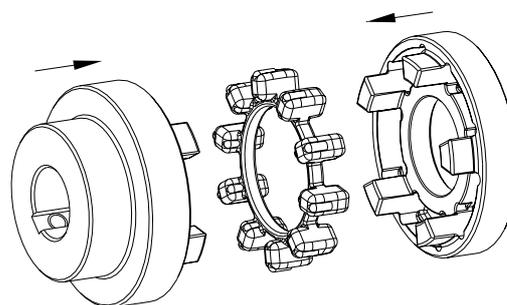

Figura 30: montaje del mangón, el anillo elástico y la brida de arrastre
- Ensamble el mangón, el anillo elástico y la brida de arrastre (véase figura 30).